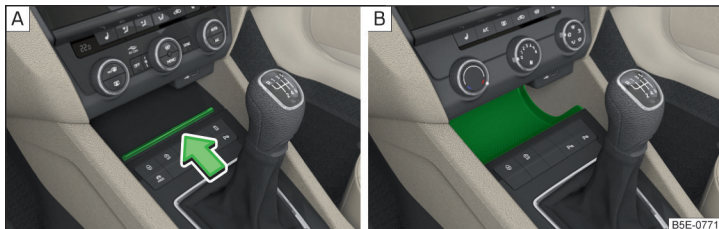

Abb. 97 Ablagefach öffnen / Nicht abschließbares Ablagefach
- » Zum **Öffnen** auf die Leiste in Pfeilrichtung drücken » Abb. 97 - **A**.
Bestimmte Modellausführungen verfügen über keinen Deckel des Ablagefachs » Abb. 97 - **B**.